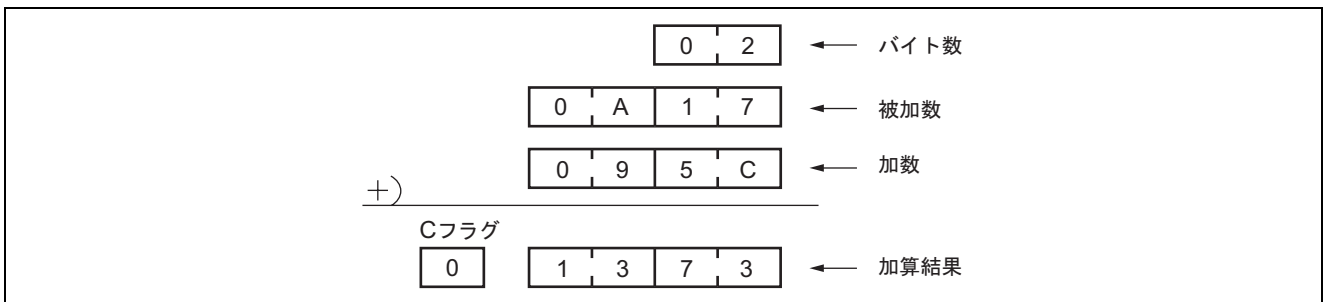

図 3 上位ビットを使用しない場合の加算例
- 図 3 のように上位ビットを使用しない場合は、使用しないビットに"0"を設定してください。ソフトウェア ADD2 では 1 バイト単位で加算を行っているため、"0"を設定していない場合、上位ビットに設定されている不定のデータを含めて加算されるため、正確な加算結果は得られません。